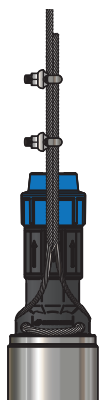

Рисунок 6
4. Протяните трос через две проушины в крышке насоса и зафиксируйте зажимами (рисунок 6).